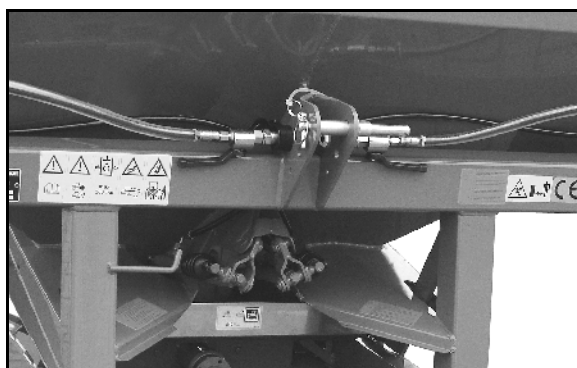

图 26
2. 清洁齿轮箱输入轴（图 26/1）。
4. 旋出锁紧螺栓（图 26/6）。
5. 将锥形防护罩（图 26/2）旋到安装位置（图 26/7）。
7. 在磨擦联轴节的连接叉中拧开锁紧螺母（图 26/3）（直至螺纹销不再突出于锁紧螺母），旋出内六角螺纹销（图 26/4）并检查连接叉是否能轻松装配到齿轮箱轴上。
注意完全盖住滑键（图 26/5）！
9. 防止万向传动轴发生轴向移动。用内六角扳手拧紧螺纹销，然后用螺母（图 26/3）锁固。
2. 拧开磨擦联轴节上连接叉的锁紧螺母（图 26/3）。旋出螺纹销（图 26/4）。